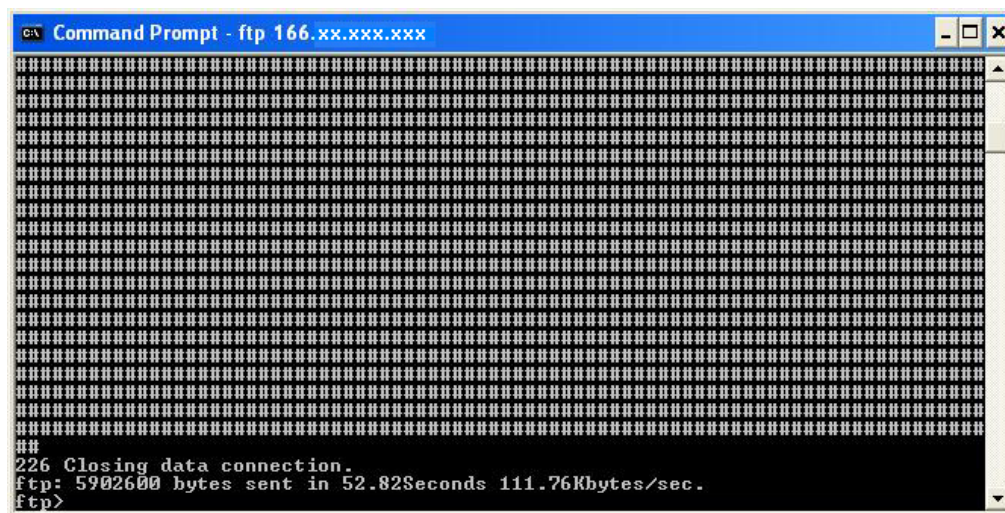

図 52. 終了メッセージ
5. アップグレードが完了したら、終了メッセージが表示されます（図 52 を参照）。